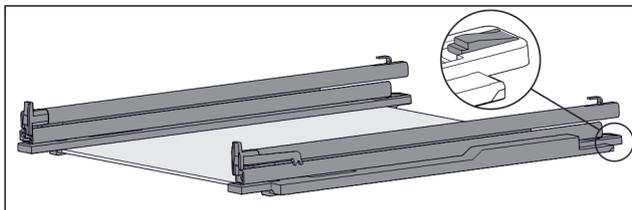

Fig. 105 Glasplatte mit Schienen und Halteteilen
- ▶ Halteteil hinten herunterdrücken (siehe Fig. 105) und gleichzeitig Schiene nach hinten schieben.